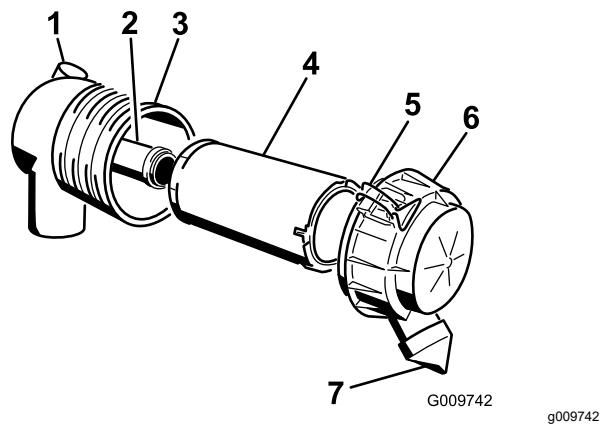

Figura 61
4. Se sostituite il filtro di sicurezza, fate scorrere con cautela il nuovo filtro nel corpo del filtro (Figura 61).
6. Montate il coperchio del filtro dell'aria con il lato "UP" rivolto verso l'alto e fissate i fermi (Figura 61).